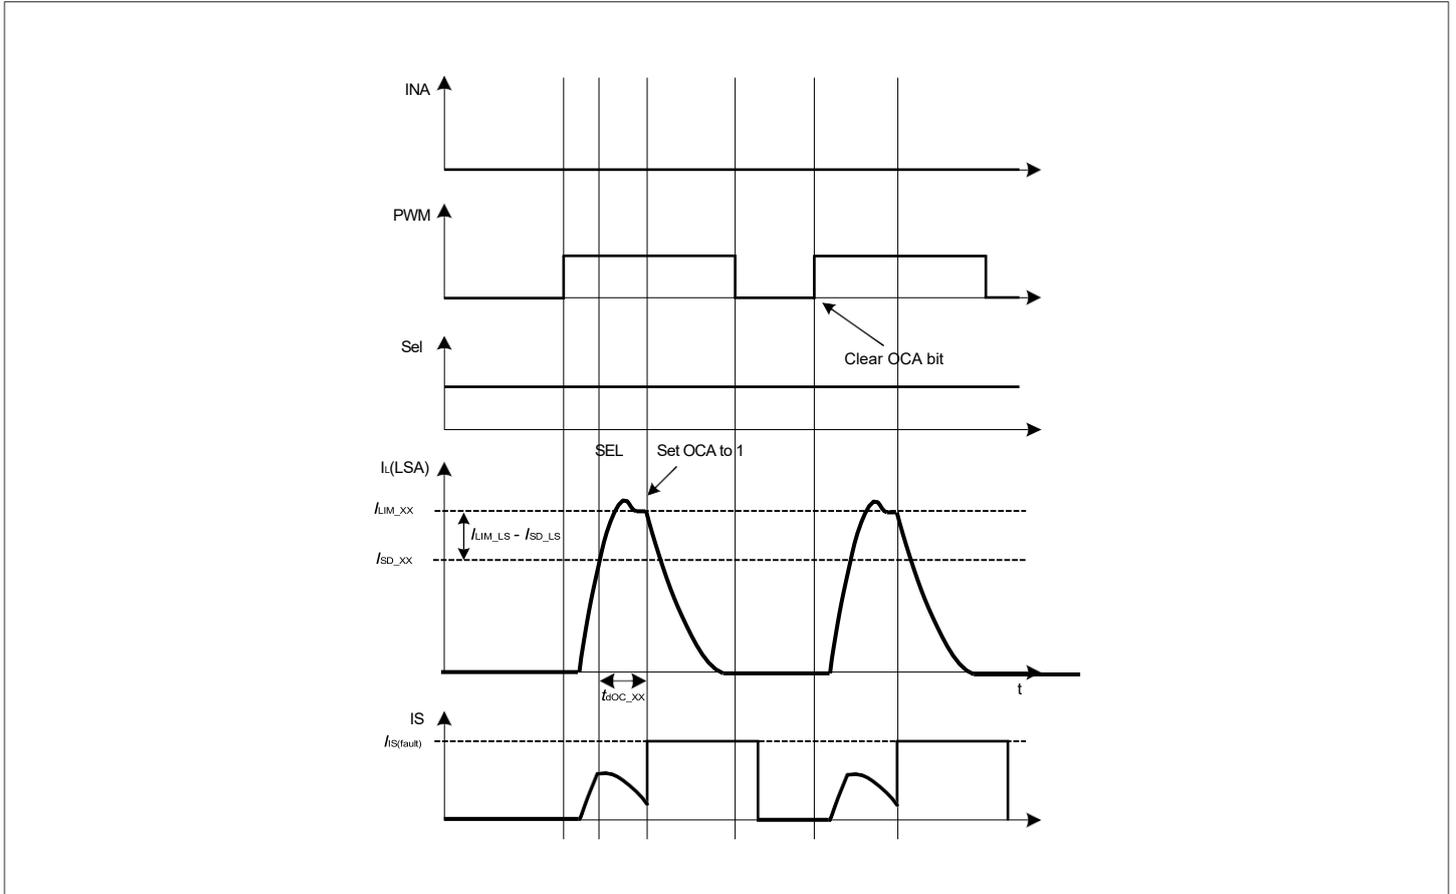

图 23 通过输入位实现短路与过流保护的恢复
- 通过输入脉冲（PWM、INA 和 INB）打开 MOSFET，如图 23 所示
如图 23所示，恢复将由控制字节中的输入位控制。当开启MOSFET 的输入位发送到器件